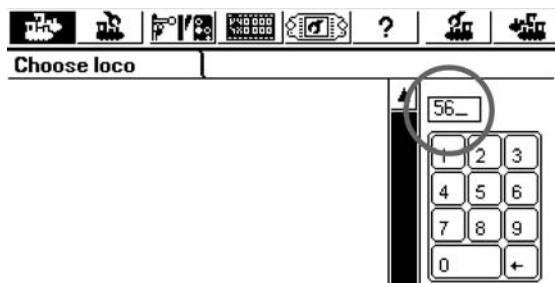

Рисунок 37
- Введите в окно адрес локомотива с помощью экранной числовой клавиатуры (см. рисунок 37);